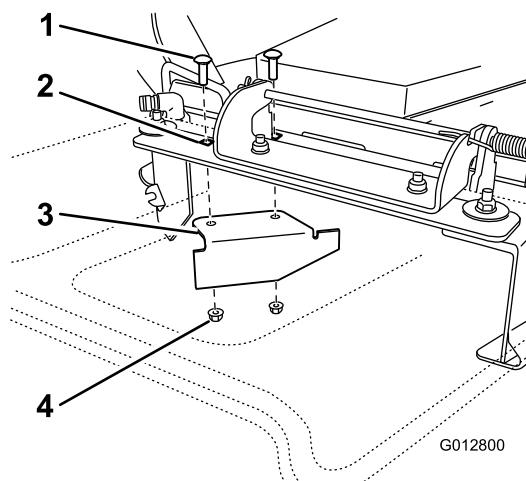

Figura 35
11. Nel sacchetto delle parti sciolte, individuate i deflettore di chiusura. Rimuovete gli elementi di fissaggio dai fori posteriori della piastra di scarico. Montate il deflettore nell'apertura di scarico laterale sul piatto di taglio (Figura 35).